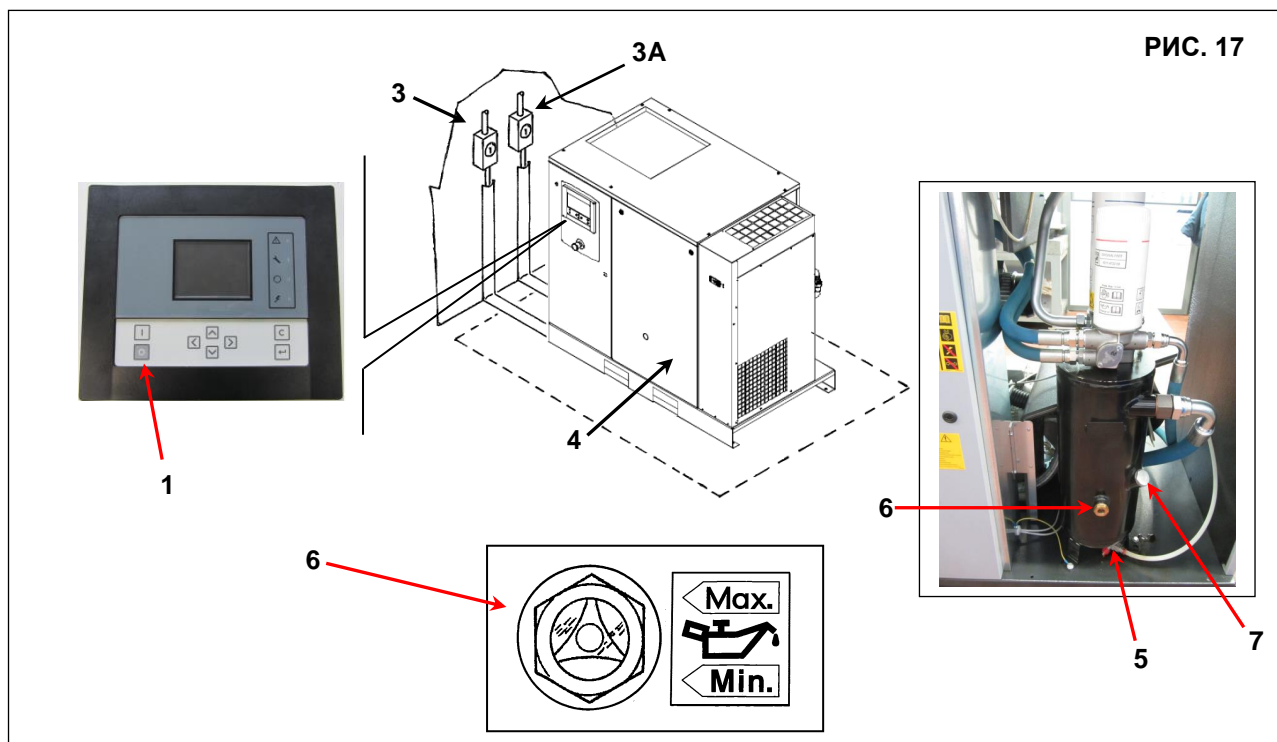

РИС. 17
- Выключите машину, нажав кнопку поз. 1 Рис. 17: таким образом машина остановится, проработав какое-то время на холостом ходу.
- Разомкните выключатель питания Поз. 3 (для винтового компрессора) и Поз. 3 А (для осушителя, если имеется). Рис. 17.
- Откройте панель поз. 4 Рис. 17 с использованием ключа, поставляемого в комплекте.
- МЕДЛЕННО откройте кран поз. 5 Рис. 17 и дайте конденсату вытечь.
- Проверьте уровень масла через окошко поз. 6, рис. 17.
- Откройте переднюю панель поз. 4 Рис. 17 специальным ключом
- Медленно откройте крышку масляного бака поз. 7 Рис. 17.
- Долить до максимального уровня, поз. 6 Рис. 17 маслом того же типа, уже имеющегося в компрессоре.
- Закройте крышку бака, поз. 7 Рис. 17.
- Закройте панель поз. 4 Рис. 17.